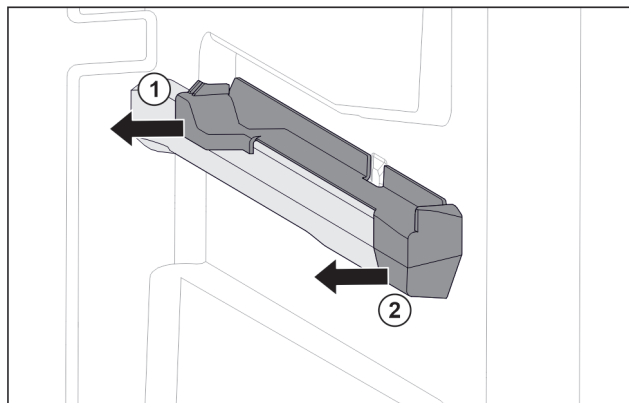

Fig. 125 Aufsteckteil auf der rechten Behälterrippe
- Aufsteckteil hinten zur Seite abziehen. Fig. 125 (1)
- Aufsteckteil vorne zur Seite abziehen. Fig. 125 (2)